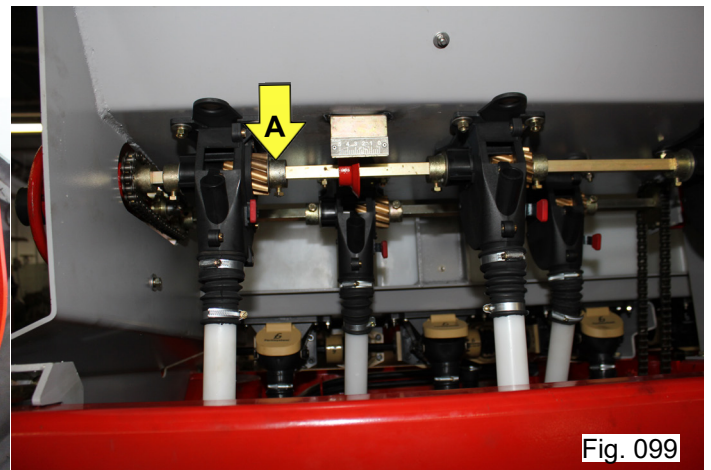

Fig. 099
- a) Solte o parafuso e retire a bucha "A" de fixação na ponta do eixo (Fig. 099);